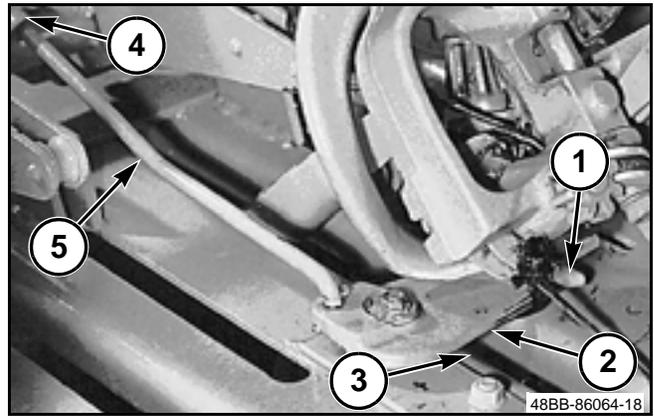

FIG. 75
FIG. 75: Presione el extremo exterior de la uñeta del cordel (1) hacia la parte delantera del enfardador para eliminar la holgura del varillaje. La superficie interior de la uñeta del cordel (2) debe estar a un ángulo de 90 grados con la ranura de la aguja (3). Si la posición de la uñeta del cordel no es correcta, ajuste el extremo de la horquilla (4) de la varilla de la uñeta (5) para mover la uñeta.